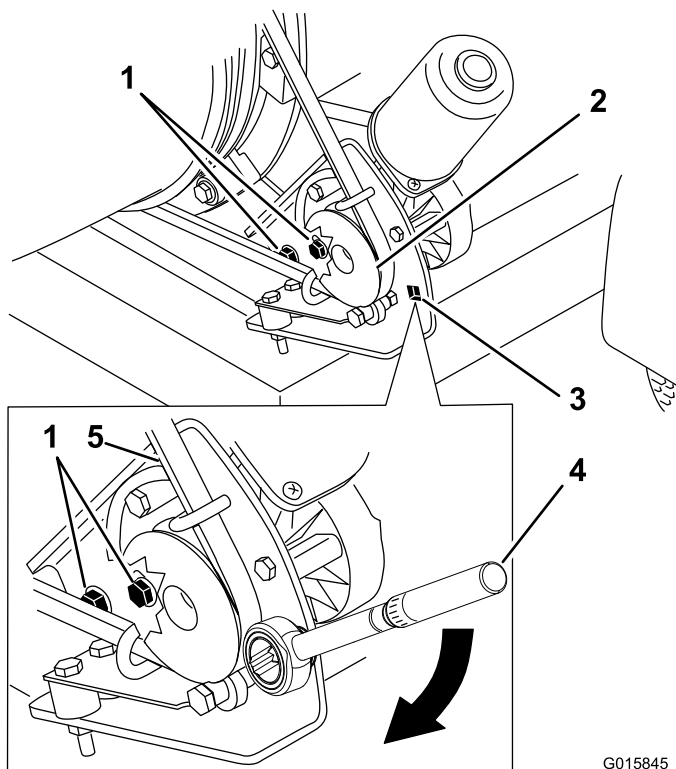

図 32
1. プーリ取り付けブラケットをブローのフレームに固定しているボルトをゆるめる 図 32。
2. プーリ取り付けブラケットにトルクレンチをセットする 図 32。
3. ブローのノズルから離れる方向にブラケットを回し、レンチを締めて、締め付けトルクを  $22.6-26.0 \text{ N}\cdot\text{m}$   $2.3-2.7 \text{ kg}/\text{cm}^2 = 200-230 \text{ in}\cdot\text{lb}$  とする 図 32。